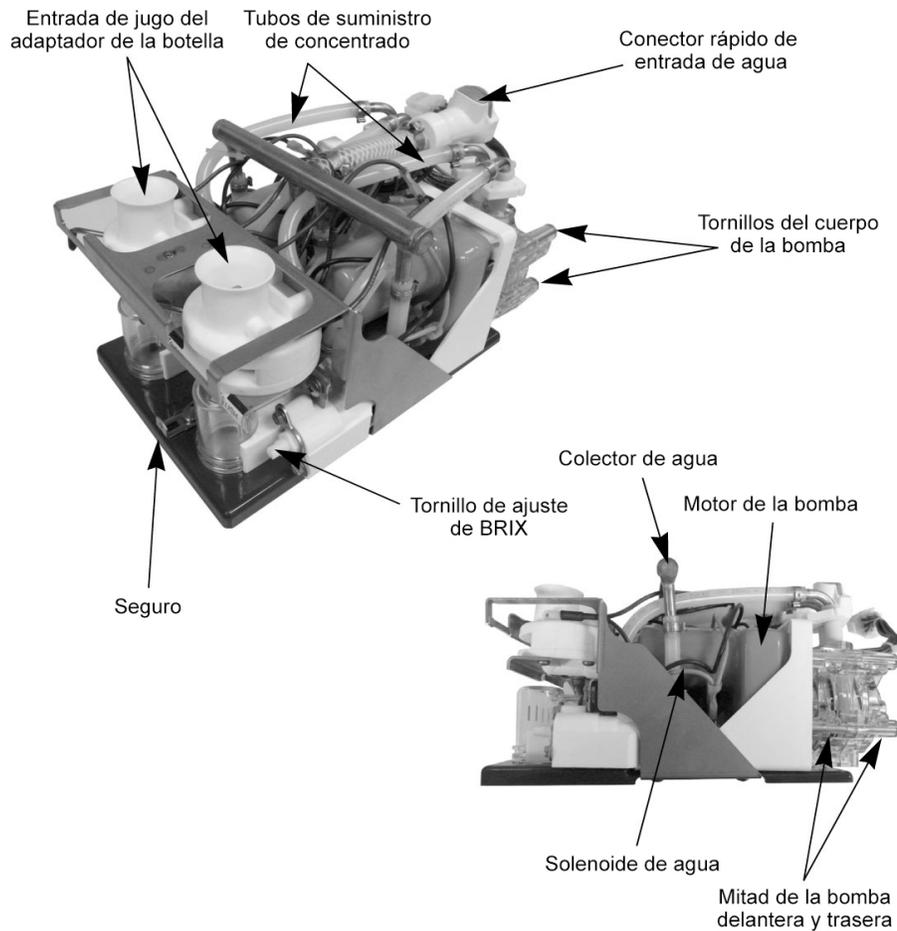

Figura 13. Detalles interiores
4. Presione el botón gris para desconectar la desconexión rápida de la tubería de agua (consulte la Figura 13).
5. Deslice el seguro hacia adelante. Levante un poco la plataforma y tire hacia adelante para acceder al conector eléctrico (consulte la Figura 13).
6. Apriete las lengüetas en uno de los lados y extraiga el conector eléctrico para desenchufarlo. Levante y quite la plataforma (consulte la Figura 13).
1. Quite las dos abrazaderas de manguera plásticas blancas de las conexiones de tubo de bomba (consulte la Figura 13) y quite los tubos de suministro de concentrado de los extremos de la manguera.